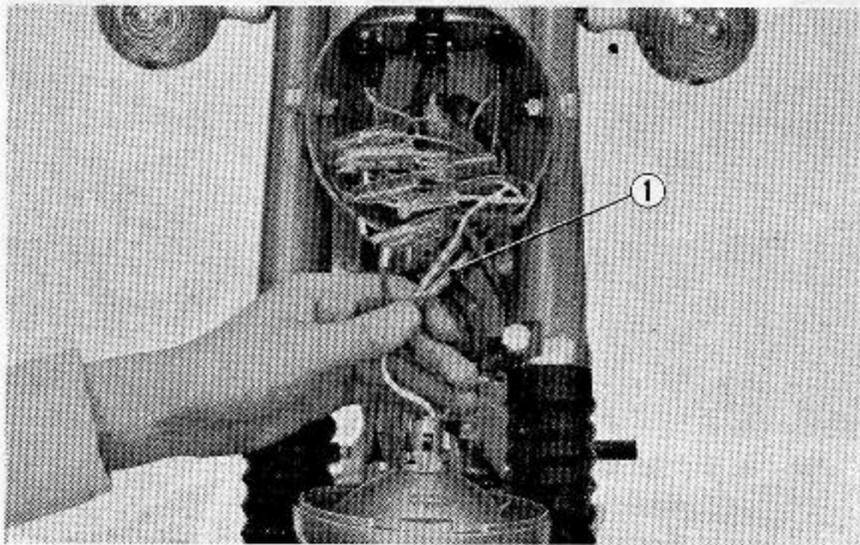

Abb. 4.5 Kabel trennen
(4) 6×25 mm Schrauben lösen, Scheinwerfergehäuse abnehmen und den Scheinwerfer vom Kabelbaum trennen. (Abb. 4.5)